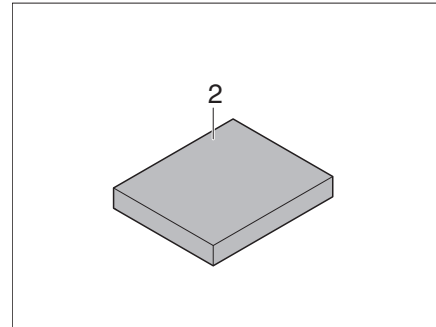

Fig. 189 Coussin supplémentaire
- Placer le coussin supplémentaire (Fig. 189,2) au milieu sur la table.